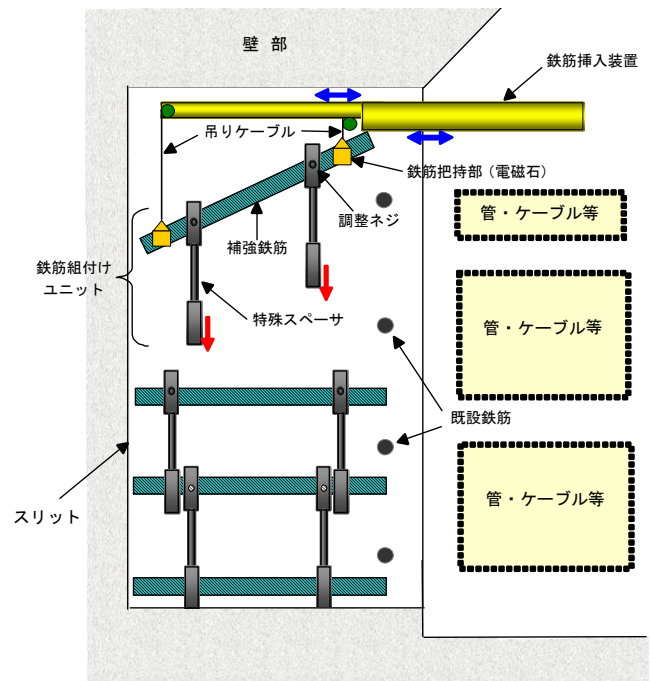

図3 組付けユニット設置状況
③特殊スペーサの上端受け部に設けた調整ネジにより、補強鉄筋に特殊スペーサを吊り下げ一体化して「鉄筋組付けユニット」を形成しておき、これを鉄筋挿入装置によりスリット内の上部に挿入し、スリット内を横断する既設鉄筋をかわしながら吊り降ろして、既組みの下段補強鉄筋に特殊スペーサの下端受け部を嵌合させることにより上段補強鉄筋を組付ける（図 3）。
④組付けが終了したら、補強鉄筋から鉄筋挿入装置を切り離し、調整ネジを用いて補強鉄筋のスリット内での水平位置を調整する（写真 3）。
⑤③～④の工程を必要段数繰返し、補強鉄筋の設置が完了したら、スリット形成位置のコンクリート壁面に鋼製型枠を設置し、無収縮モルタルをスリット下部より圧入して上部より空気抜きと充填の確認を行う。